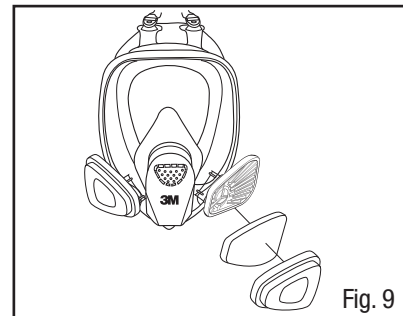

Fig. 9
3. Placer le filtre dans le dispositif de retenue 501 en s'assurant que le côté imprimé soit face à l'adaptateur 603. Les enclencher ensemble et s'assurer que le joint du filtre est exempt de plis ou de vides (Fig. 9).